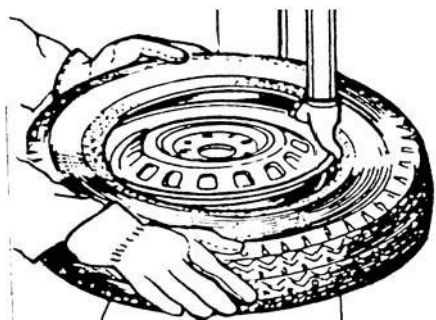

Рис. 8
- 5) Подведите борт шины под переднюю часть монтажной головки и прижмите к краю задней части (рис. 8)